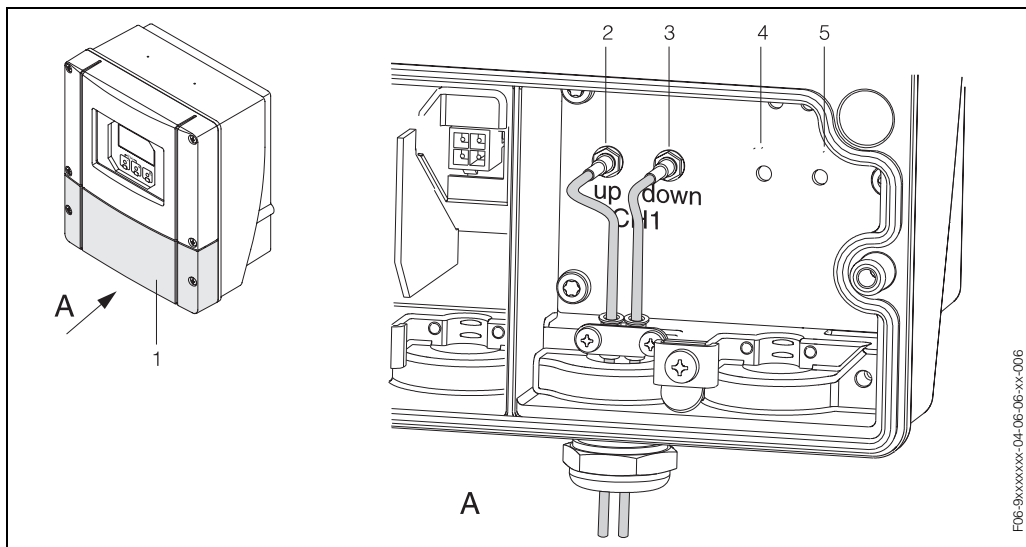

Fig. 27: Conexión del sistema de medida
1. Transmisor: Afloje los tornillos y extraiga la tapa (1) del compartimento de conexiones.
3. Desmonte la entrada de cable especial que se ha suministrado con los sensores. Pase los dos cables de conexión del sensor por la cubierta del prensaestopas (6) para introducirlos en el compartimento de conexiones.
4. Sitúe los manguitos de sujeción de cable (9) de los dos cables de sensor de modo que queden contiguos (Detalle B). Introduzca a la fuerza los terminales de contacto a tierra (10) y atorníllelos bien fuerte. De esta forma asegurará una compensación de potencial perfecta.
5. Con una herramienta apropiada (p. ej., un destornillador grande) extienda el separador de goma (7) por la rendija lateral para fijar la posición de los dos cables de sensor. Levante el separador de goma en el soporte del prensaestopas (8). Cierre la cubierta del prensaestopas (6) dejándola bien apretada.
6. Enchufe las clavijas de los cables de sensor (11) tal como se ilustra en Fig. 27.
7. Transmisor: cierre bien la tapa (1) del compartimento de conexiones.